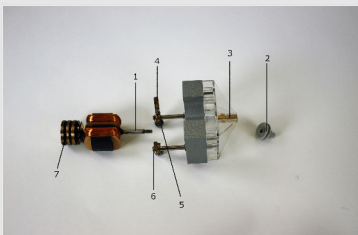
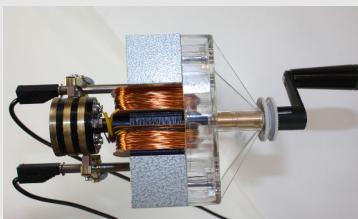

Abb. 2
Abb. 3
- Setze den Motoraufsatz nach Abb. 2 und Abb. 3 auf der nächsten Folie zusammen.
- Lege die Schleifbürsten [4] des Motoraufsatzes nach Abb. 3 an je einen nicht unterbrochenen Schleifring an.